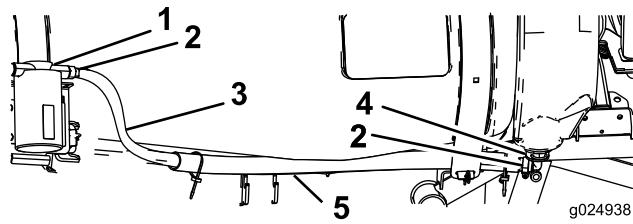

図 32
- すすぎタンクホースを、タンク前部固定ベルトとタンクの側面との間に通す(図 32)。
- ホースの端部を、すすぎポンプの下側ホースバーブに接続する；ホースクランプを使用する(図 32)。